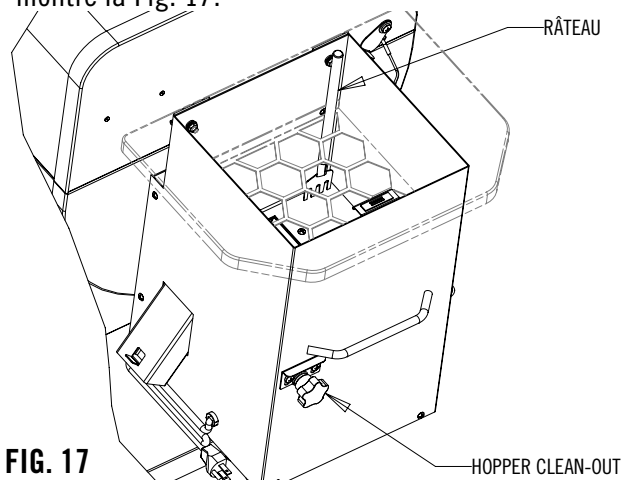

FIG. 17
6. Stocker le râteau dans le coin de la trémie comme le montre la Fig. 17.